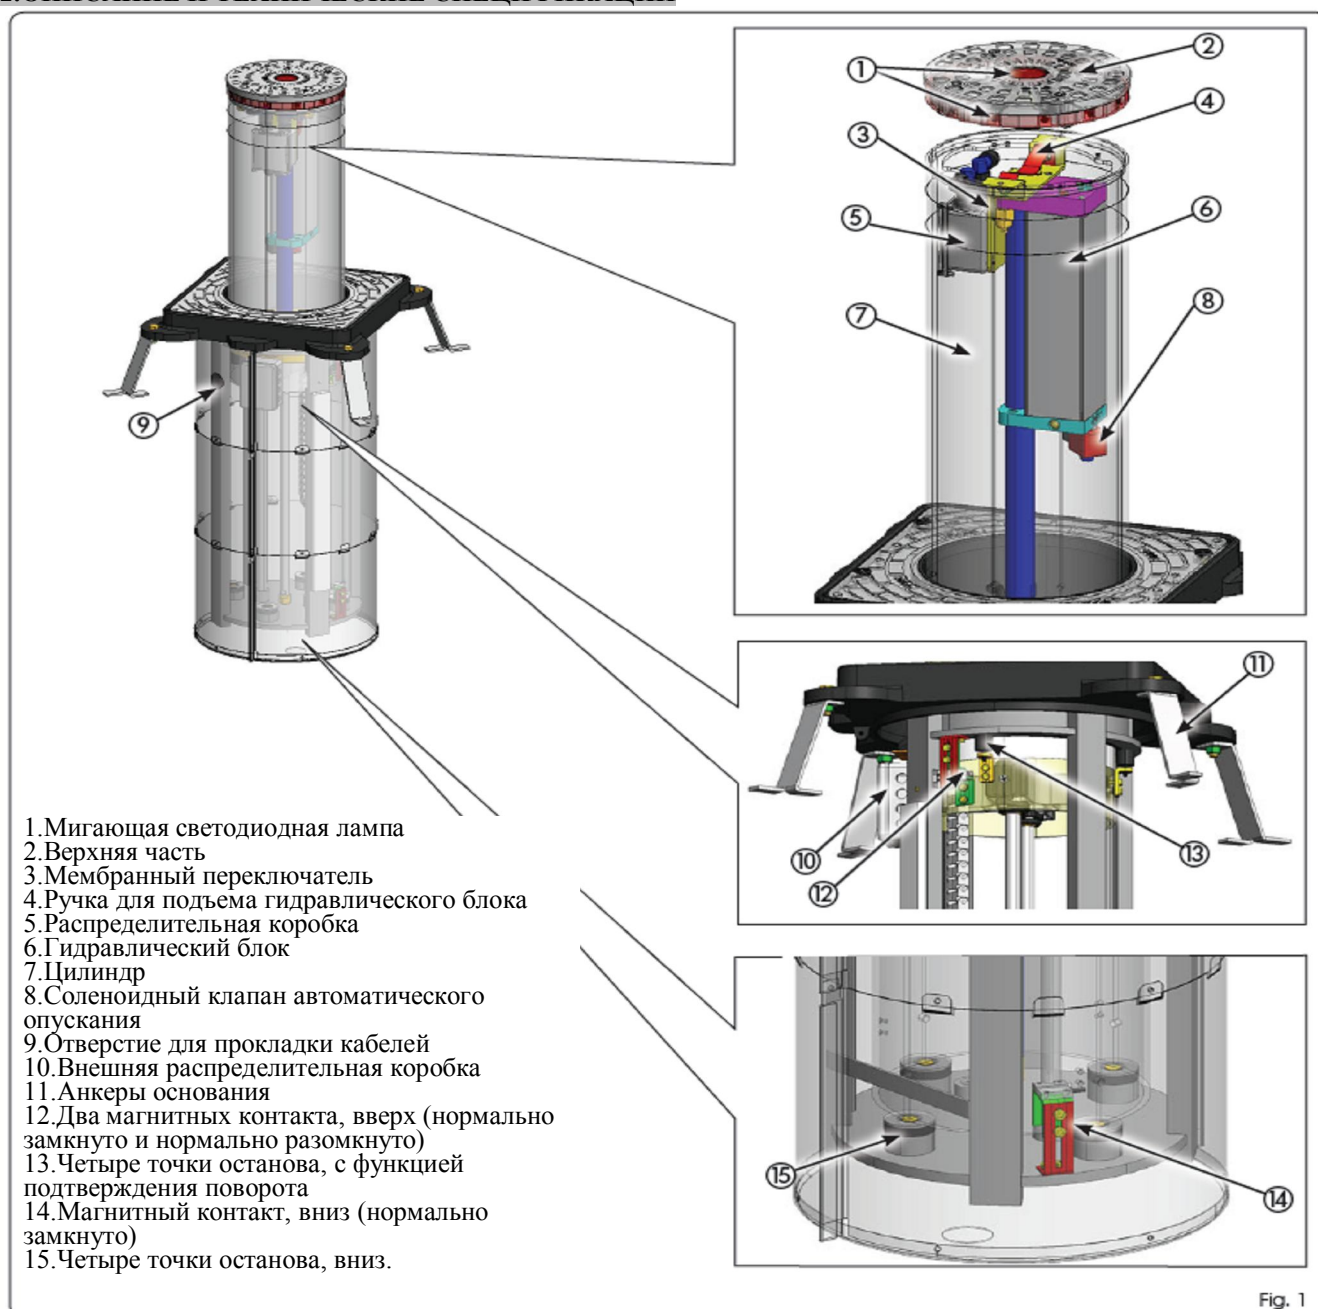

Fig. 1
Опускание тумбы обычно происходит при отключении питания за счет срабатывания соленоидного клапана, расположенного в гидравлическом блоке (см.рис.1, обозначение (8)).